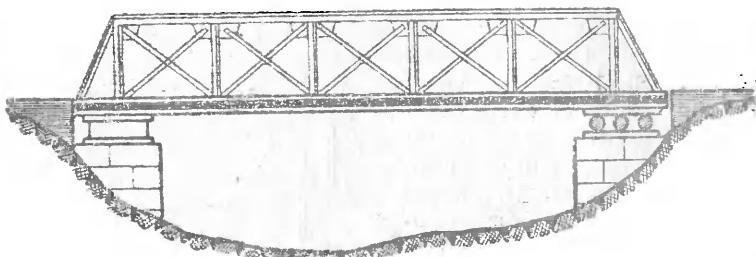

Рис. 125. Одна из опор мостовой фермы поконится на катках.
1. Почему у мостовых ферм один конец неподвижно закрепляется на опоре, а другой поконится на катках (рис. 125)?